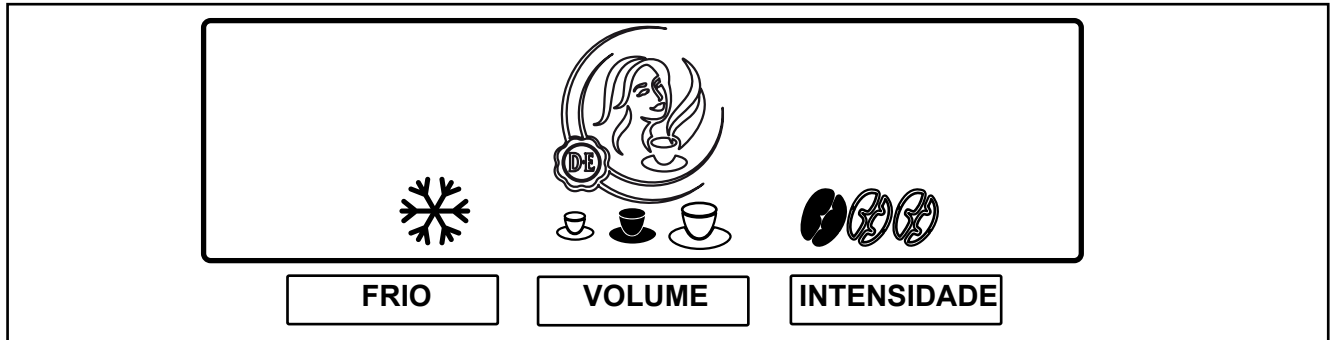

Fig. 15
A sua máquina dispõe de possibilidades de pré-selecção. Durante a instalação, o técnico de assistência técnica tem de eventualmente activar estas possibilidades de pré-selecção. Se seleccionar os botões de pré-selecção, o display exibe as seguintes possibilidades de pré-selecção (Fig. 15):
2. Prima o botão de pré-selecção **“FRIO”** para activar esta pré-selecção. O símbolo para **FRIO** é exibido. (Fig. 15)
2. Prima o botão de pré-selecção **“VOLUME”** para activar esta pré-selecção. São exibidos três símbolos de chávenas (pequena - média - grande). (Fig. 15)